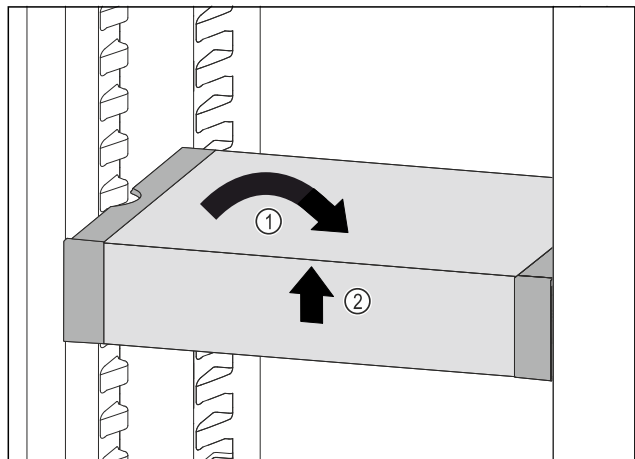

Fig. 221
- ▶ VarioSafe gerade stellen. Fig. 221 (1)
- ▶ VarioSafe vorne anheben. Fig. 221 (2)